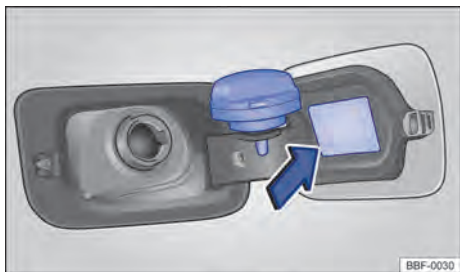

Fig. 177 Portinhola do tanque de combustível aberta com a tampa do tanque de combustível pendurada.
- Remover a tampa do tanque girando-a no sentido anti-horário e encaixá-la no suporte na portinhola do tanque → Fig. 177.